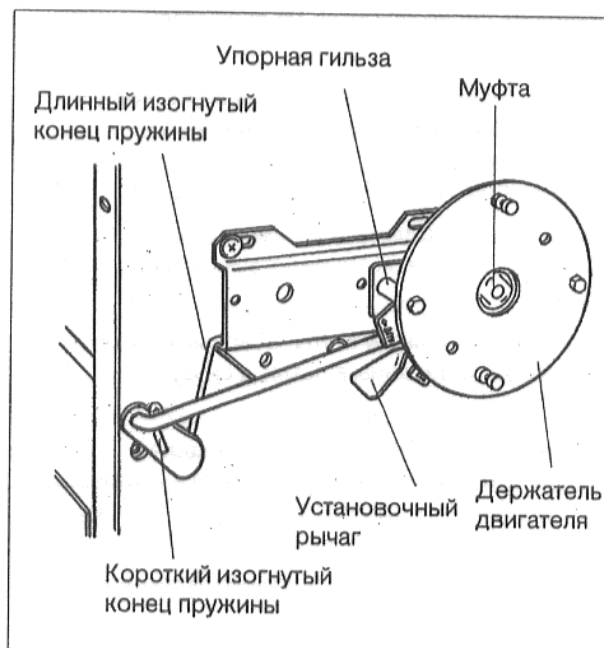
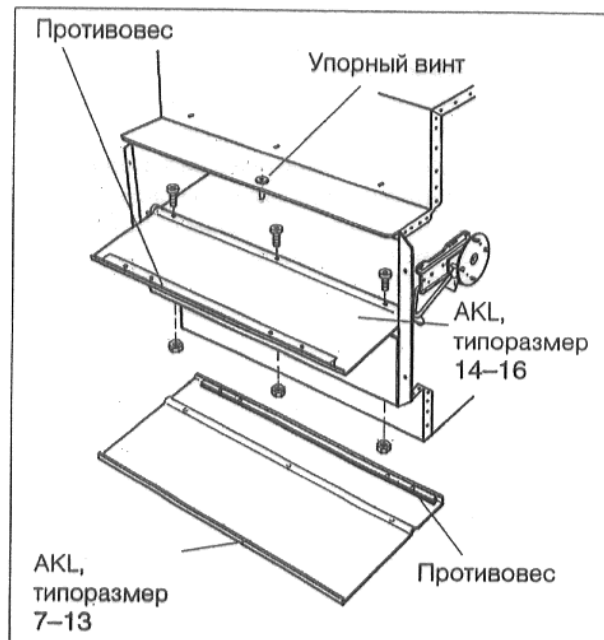
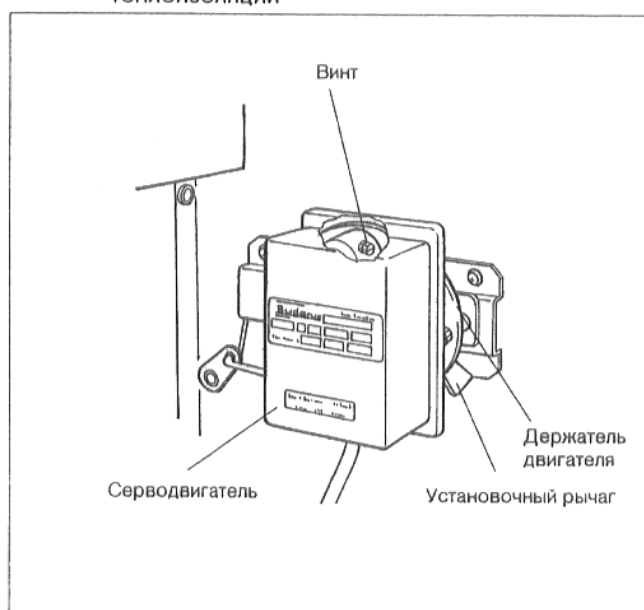

Рис. 5
Рис. 6
Рис. 8
- Натянуть пружину, при этом длинный изогнутый конец пружины вставить в свободный конец консоли (рис. 5).
- Положить заслонку отходящего газа (AKL) на рычажный механизм между обеими промежуточными шайбами таким образом, чтобы противовесы находились на верхней стороне (рис. 6).
- Установить заслонку отходящего газа (AKL), как показано на рис. 6.
Консоль должна быть закреплена (в продольном отверстии, рис. 5) таким образом, чтобы при открытой заслонке отходящего газа (горизонтальное положение) установочный рычаг прилегал к упорной гильзе.
Проверка функции (без двигателя): с помощью установочного рычага (рис. 5) закрыть заслонку отходящего газа (установить в вертикальное положение до упорного винта (рис. 6)).
- При необходимости немного повернуть муфту в держателе двигателя (рис. 5) с помощью установочного рычага, чтобы иметь возможность вставить серводвигатель (рис. 8).